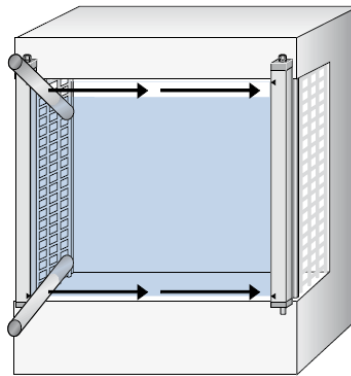

Abb. 8.8-2: Tägliche Prüfung – Schritt 2
2. Führen Sie danach den Prüfstab an den Rändern des Schutzfeldes entlang wie durch die Pfeile gezeigt (s. Abb. 8.8-2). Beachten Sie während der Prüfung die OSSD-LED am Empfänger.